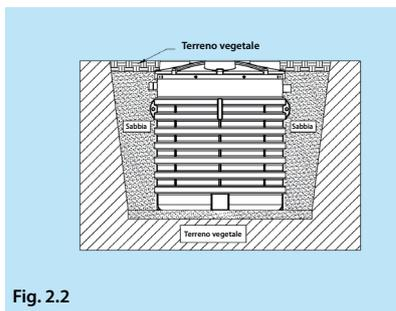

Fig. 2.2
**Fig. 2.2** - Dopo aver riempito e rinfiancato in modo adeguato il serbatoio, ricoprirlo gradualmente con del terreno vegetale per 20/30 cm, lasciando liberi i tappi di ispezione. In questo modo l'area interessata è pedonabile ed è vietato il transito di automezzi fino a 2 m di distanza dallo scavo. **N.B. Nel caso si volesse rendere il sito carrabile, leggere il capitolo 3.**